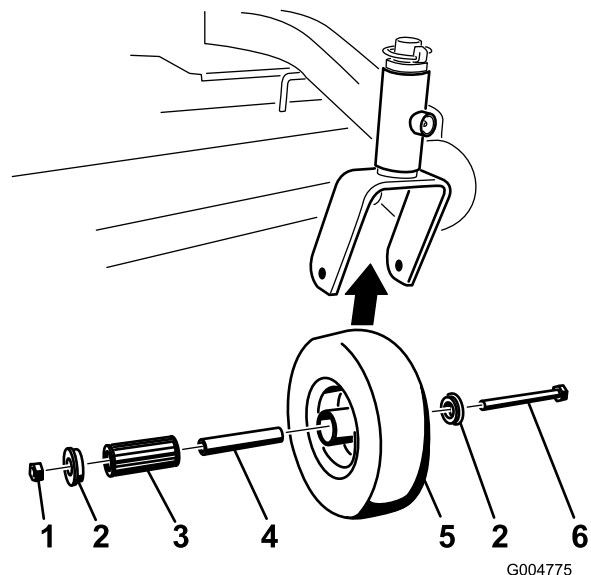

Figura 39
1. Togliete il dado di bloccaggio e il bullone della ruota che sostiene la ruota orientabile sulla forcella orientabile (Figura 39).
2. Togliete una boccola, quindi estraete la boccola chiave e il cuscinetto a rulli dal mozzo della ruota (Figura 39).
3. Togliete l'altra boccola dal mozzo della ruota e pulite via l'eventuale grasso o sporcizia presenti sul mozzo della ruota (Figura 39).
Nota: Sostituite eventuali parti difettose o usurate (Figura 39).
Nota: Lubrificate il cuscinetto a rulli e il cuscinetto chiave e fateli scorrere nel mozzo della ruota. Posizionate la seconda boccola nel mozzo della ruota (Figura 39).
Nota: Serrate il dado di bloccaggio finché la boccola chiave tocca in fondo l'interno delle forcelle delle ruote orientabili (Figura 39).